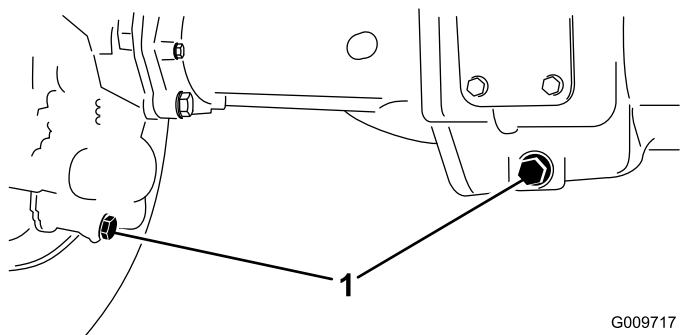

Figura 69
2. Pulite attorno ai tre tappi di spurgo, uno per lato ed uno in centro (Figura 69).